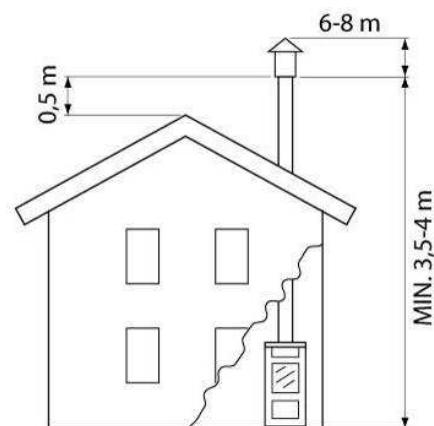
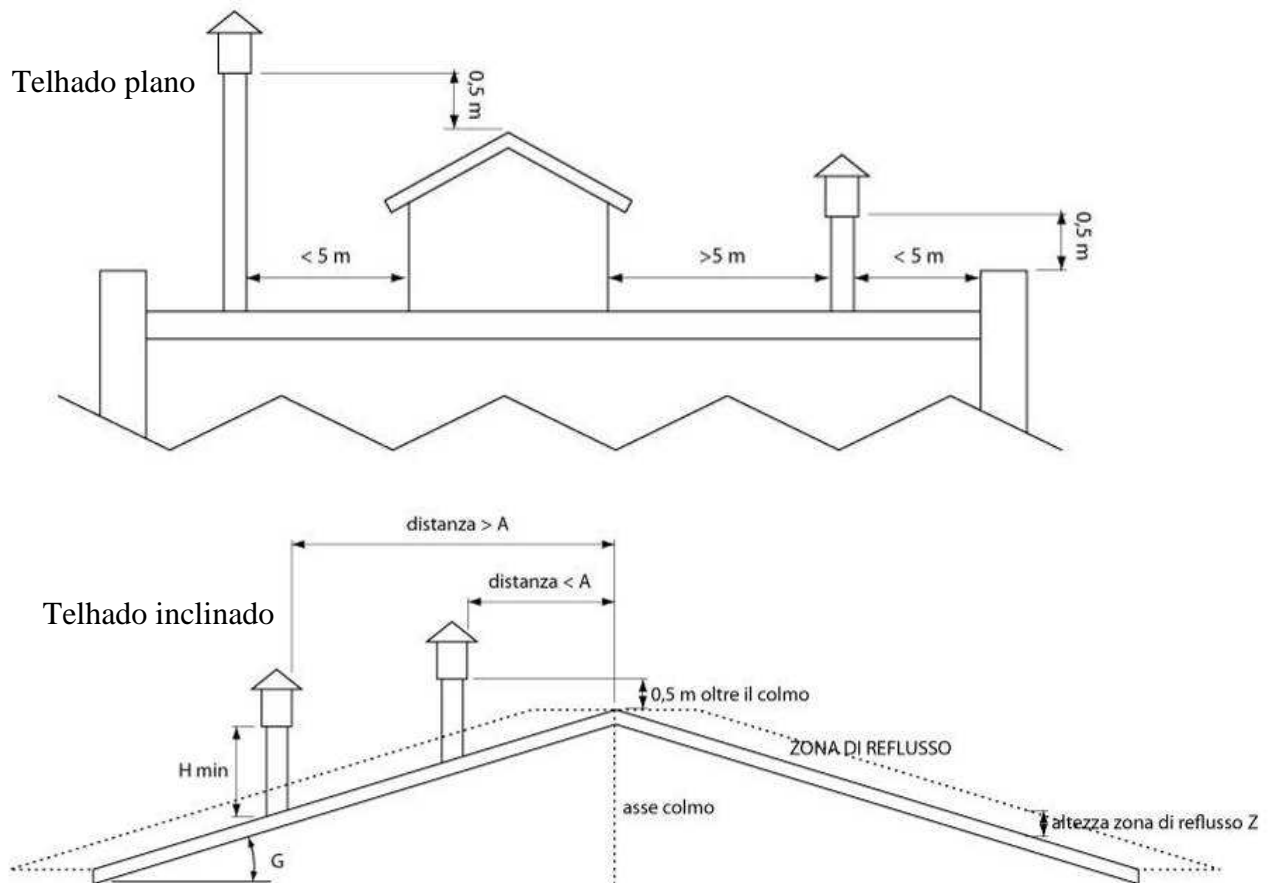

Fig.4
Fig.5
- O terminal deve estar posicionado de modo que assegure a dispersão e a diluição adequada dos produtos da combustão e, de qualquer modo, fora da zona de refluxo. Essa zona tem dimensões e formas diferentes de acordo com o ângulo de inclinação da cobertura, por isso é necessário adotar as alturas mínimas citadas na fig.4 e na fig.5.
- O terminal deverá ser do tipo com proteção contra o vento e superar a altura da cumeeira fig.4 e fig.5.
- Eventuais construções ou outros obstáculos que superam a altura da cumeeira não deverão estar muito próximos do terminal (fig.4).